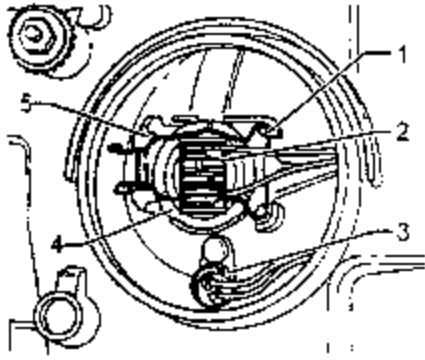

图 11-57 更换侧灯灯泡
- ①拆除用于大灯背面上大罩盖。
- ②拔出用于近光（近照明）的灯的插头连接 2。如图 11-57 所示。
- ③在止动销 5 上旋压弹簧丝夹（弹簧丝 U 形螺栓）1，并且把它翻转到侧面。
- ④从反射罩中取出灯泡 4。
- ⑤安装新的灯泡，使摩擦盘圆片上的止动销在反射罩上的凹槽中。
- ⑥在安装一只新的近光灯泡之后，检查前大灯的调整角度。
- ①拆除大灯背面上大的罩盖。如图 11-57 所示。
- ②从反射罩中取出带接线插座的灯泡灯座 3。从灯座中取出灯泡，并且换用新的灯泡。
- ③把使用白炽灯的灯座塞进反射罩中，一直到底时为止。